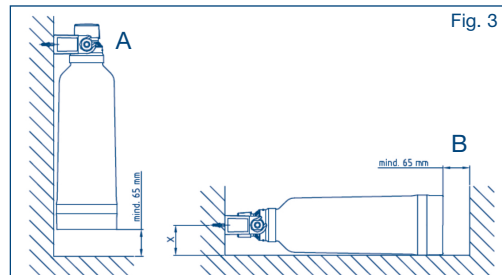

Fig. 3
2. Le système de filtrage peut être installé et fonctionner en position horizontale ou verticale (voir Fig. 3).